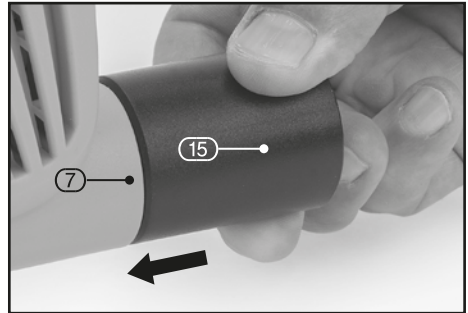

FIG.10
9.6 DUST EXTRACTION – FIGS.10 – 11